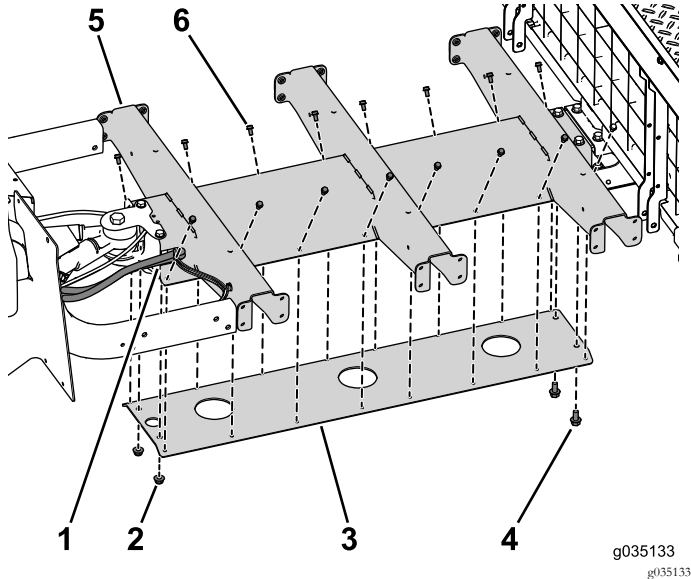

Bild 79
2. Befestigen Sie die untere Platte mit den zwei Schrauben ($\frac{3}{8}" \times \frac{3}{4}"$), den 16 Schrauben ($\frac{1}{4}" \times \frac{1}{2}"$) und zwei Bundmuttern ($\frac{3}{8}"$) lose am mittleren Kanal (**Bild 79**).